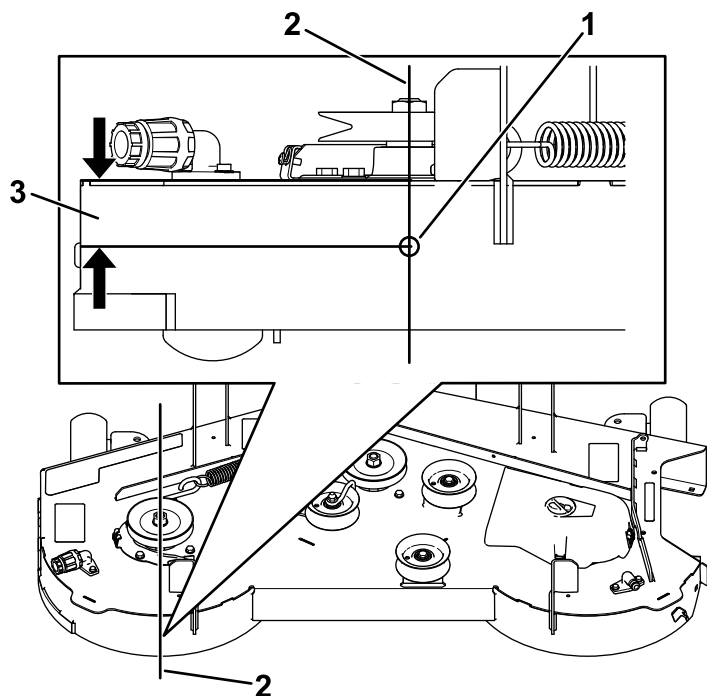

Figure 8
2. À l'extrémité arrière de la courbe du déflecteur gauche, dans l'alignement de l'axe de pivot, mesurez et faites un repère à 47 mm (1 7/8 po) en partant du haut (Figure 8).
3. Percez un trou à l'emplacement repéré à l'aide d'un foret (9/32 po) comme montré à la Figure 8.